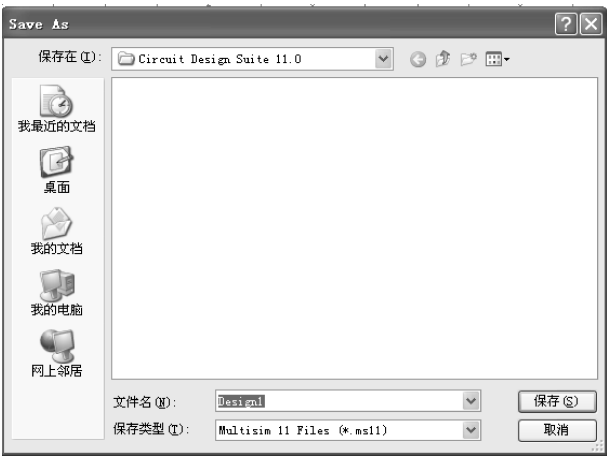
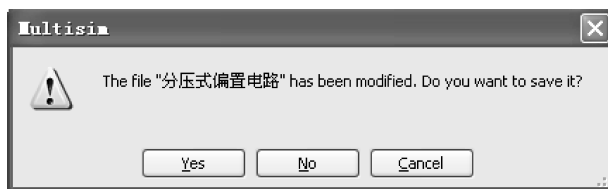

图 1-16 “另存为”对话框
图 1-17 关闭 Multisim 文件时的提示
- (1) New：执行该命令可以创建一个无标题的新电路。
- (2) Open...：执行该命令是要打开一个原已建立的电路，窗口将显示要打开文件的对话框，如果有必要可更改目录路径或文件夹，找到你要打开的文件。但注意该软件只能打开 Multisim 11 支持的文件类型。
- (3) Open Samples...：执行该命令是要打开一个例子文件。
- (4) Close：关闭当前工作区内的文件。
- (5) Close All：关闭当前打开的所有文件。
- (6) Save：用该命令保存当前电路文件。如果是新建的原理图文件，则会出现一个“另存为”对话框，如图 1-16 所示。可以通过改变路径和文件名保存文件。保存时会自动为文件名加上 .ms11 的扩展名。
(7) Save As...: 该命令是以新文件名保存当前电路文件, 执行该命令同样会弹出图 1-16 所示“另存为”对话框, 可以通过改变路径和文件名保存文件。
(8) Save All: 保存所有已打开的电路图文件。
(9) Projects and Packing: 有关项目文件和打包的操作, 通过下拉菜单项执行。
(10) Print...: 打印。
(11) Print Preview: 打印预览。
(12) Print Options: 打印选项设置。
(13) Recent Designs: 最近打开的电路图文件。
(14) Recent Projects: 最近打开的项目文件。
(15) File Information: 文件信息。
(16) Exit: 关闭当前电路并退出 Multisim 11 系统, 也可以用鼠标左键单击主窗口右上角的关闭按钮。关闭前如果你没有将编辑文件存盘, 系统将弹出一个对话框, 提示你保存电路文件, 如图 1-17 所示。根据需要单击对话框中的 或 按钮, 即可将 Multisim 文件关闭。